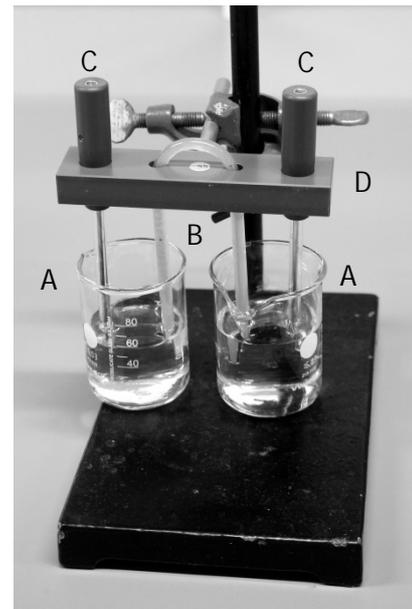

Abb. 2: Experimenteller Aufbau, Anfangssituation
Ein Foto des Versuchsaufbaus ist in Abbildung 2 zu sehen (Anfangssituation).
- Zwei 100 mL Bechergläser (A in Abb. 2)
- Eine Salzbrücke (B)
- Zwei Silber/Silberchlorid-Elektroden (C)
- Eine Plastikhalterung für die Elektroden und die Salzbrücke (D)
Zu Beginn ist das Experiment wie in Abbildung 2 aufgebaut. Salzbrücke und Elektroden sind in die Salzlösung X0 eingetaucht. Später wird der Inhalt des linken Becherglases durch die Salzlösungen X1 bis X4 ersetzt, im rechten Becherglas verbleibt Salzlösung X0.